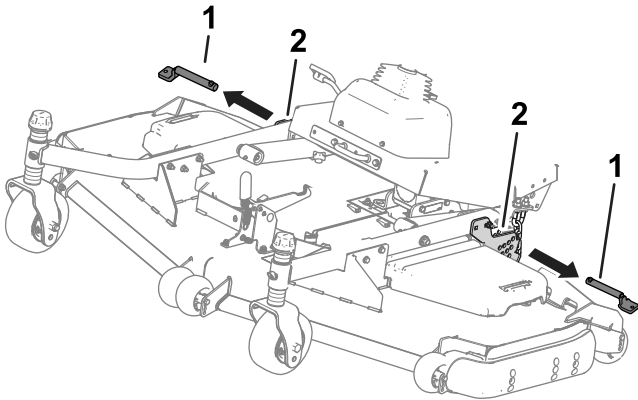

Figura 35
4. Retire los pasadores de las placas de altura de corte (Figura 35).